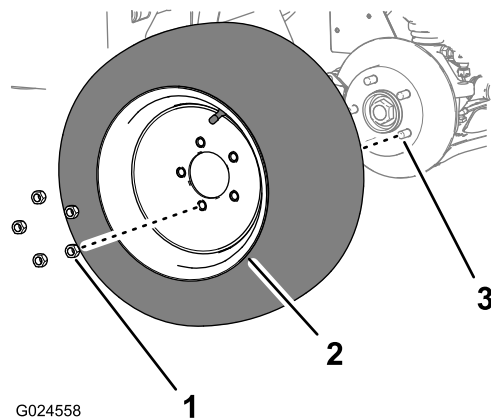

Figura 16
1. Retire as 5 porcas de rodas que prendem a roda dianteira ao cubo da roda (Figura 16).
2. Retire a roda do cubo da roda (Figura 16).